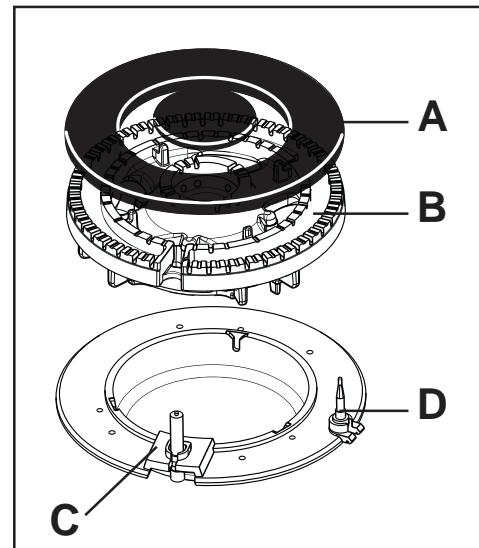

Fig. 1
2. Manter o manípulo premido durante cerca de 5 segundos para que o dispositivo de segurança (Fig. 1 - "D") mantenha acesa a chama automaticamente.
i Se após algumas tentativas o bico não se acender, controlar que as tampas (Fig. 1 - "A") e os espalhadores (Fig. 1 - "B") dos bicos estejam colocados corretamente.
- Deve-se proceder regularmente a uma limpeza dos accendedores (Fig.1 - "C") com àgua quente e detergente, tendo cuidado em eliminar todas as possiveis incrustações.